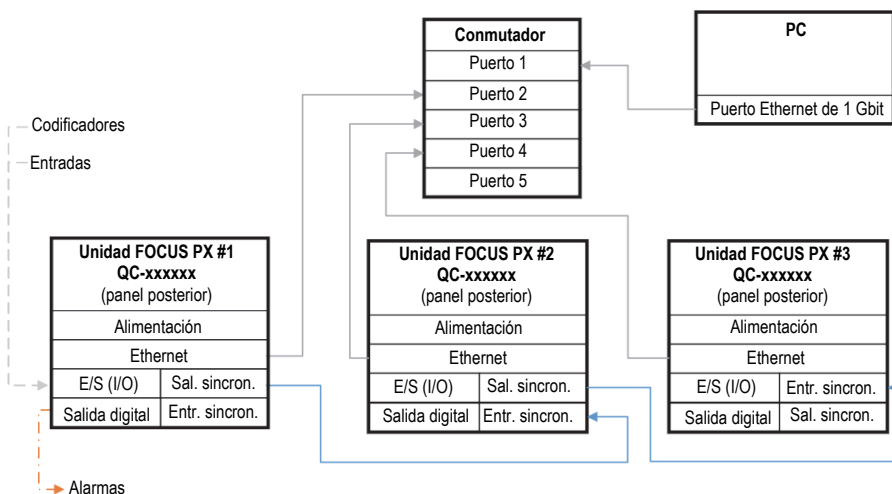

Figura 1-1 Conexión a múltiples unidades
- ◆ Conecte todos los cables requeridos a la unidad FOCUS PX. El esquema a continuación muestra cómo conectar múltiples unidades (ver Figura 1-1 en la página 25). Si sólo usa una unidad, conecte sólo la primera sin el cable de salida de sincronización (Sync Out).